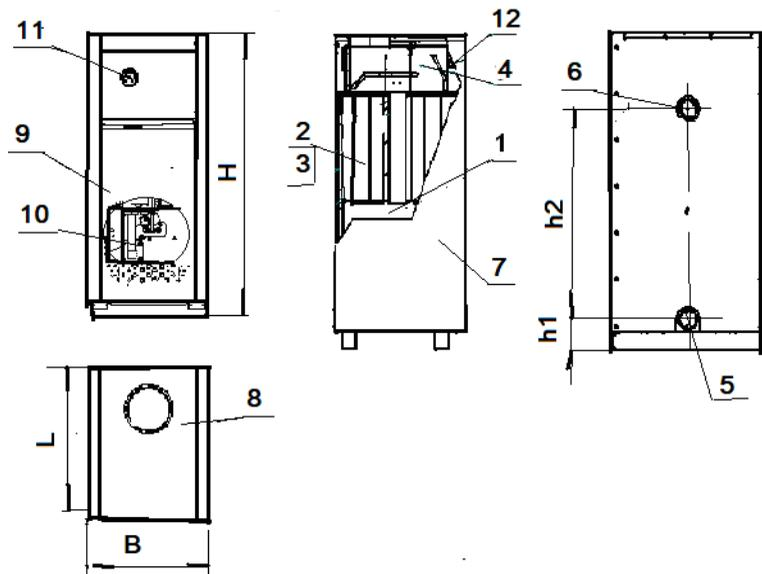

Рис.1 Котлы КСц-Г-8S-5/-10S-5/-12S-5/-16S-5/ -20S-5/- 25S-5/ -30S-5;
5.2.2 Котлы (рис.1; 1.1) состоят из топки 1 с дымогарными трубами 2. Вокруг топки имеется водяная рубашка. Дымогарные трубы, выходящие из топки, проходят через водяную полость котла. В дымогарных трубах расположены турбулизаторы 5 для дополнительного отбора тепла и увеличения КПД.
остальное см. рис.1